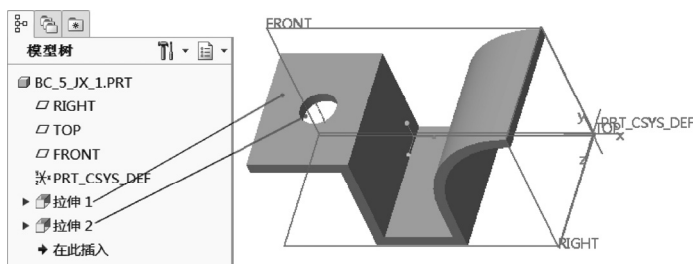

图 5-22 文件中的原始模型
1) 单击  (打开) 按钮, 弹出“文件打开”对话框。从随书光盘中的“CH5”文件夹中选择“bc_5_jx_1.prt”, 单击“打开”按钮。该文件中的原始模型如图 5-22 所示。